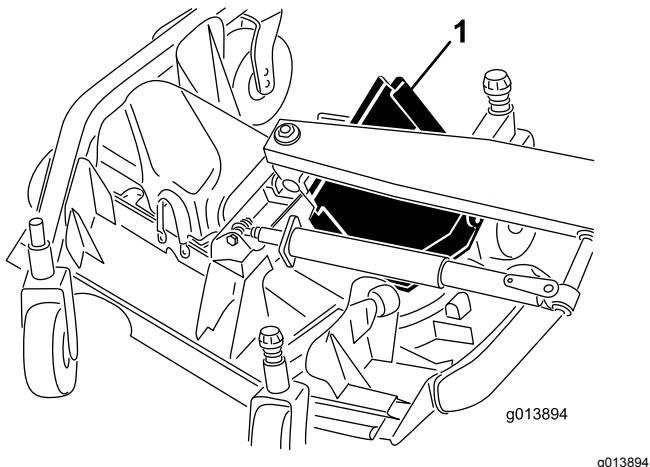

Figure 68
- Soulevez le bord avant et guidez-le entre le bras de levage et le galet pour le déposer (Figure 68).